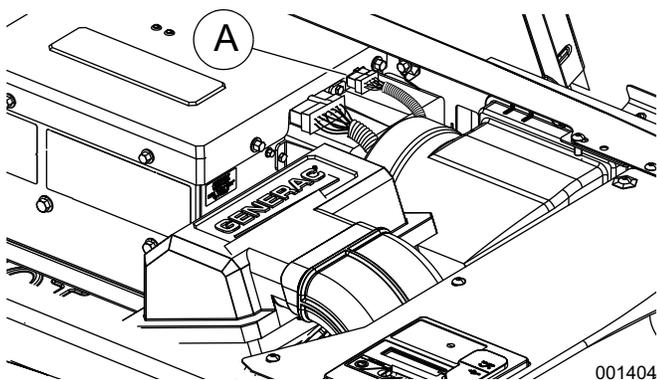

Figure 4-7. Retirez le connecteur du ventilateur de l'AVR
3. Voir la section **Figure 4-7**. Abaissez le loquet externe pour débrancher le connecteur à 4 broches (A) du régulateur de tension automatique.